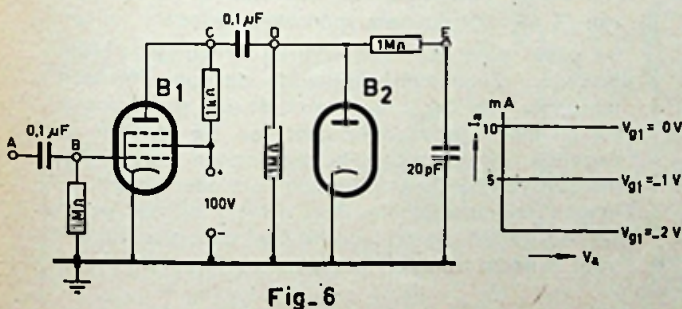

Fig. 6
2. Gegeven is de hieronder getekende schakeling, met de karakteristiek van de als ideaal gedachte pentode B1 (zie fig. 6); de diode B2 heeft een weerstand nul in de doorlaat-richting en een oneindig grote sperweerstand. De spanning tussen punt A en aarde verloopt als volgt: (zie figuur 7).